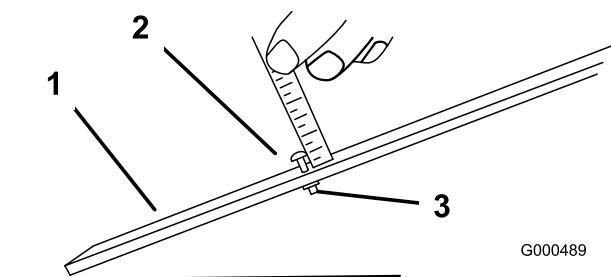

Figura 54
2. Allentate il dado sulla barra di misura (Figura 54) e posizionate la vite di regolazione all'altezza di taglio opportuna. La distanza tra la base della testa della vite e la superficie della barra è l'altezza di taglio.